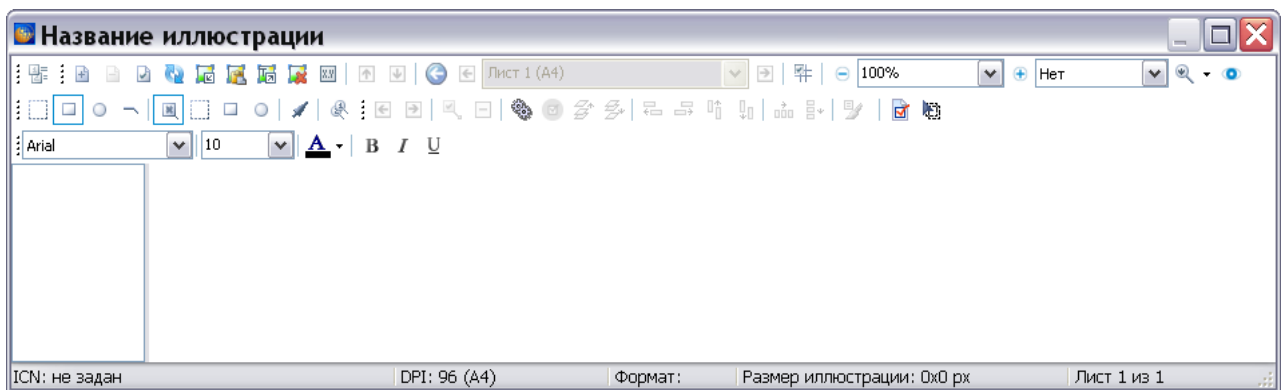

Рисунок 501
4) Заполните вкладку **Атрибуты** и нажмите на кнопку **Применить**. После этого откроется окно для создания и редактирования иллюстраций (рисунок 501).